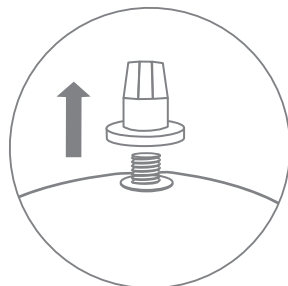

Рис. 23
3. Удалите транспортную заглушку (рис. 23), которая закрывает резьбовой штуцер подключения воды: в верхней части накопительного бака открутите транспортную заглушку против часовой стрелки.